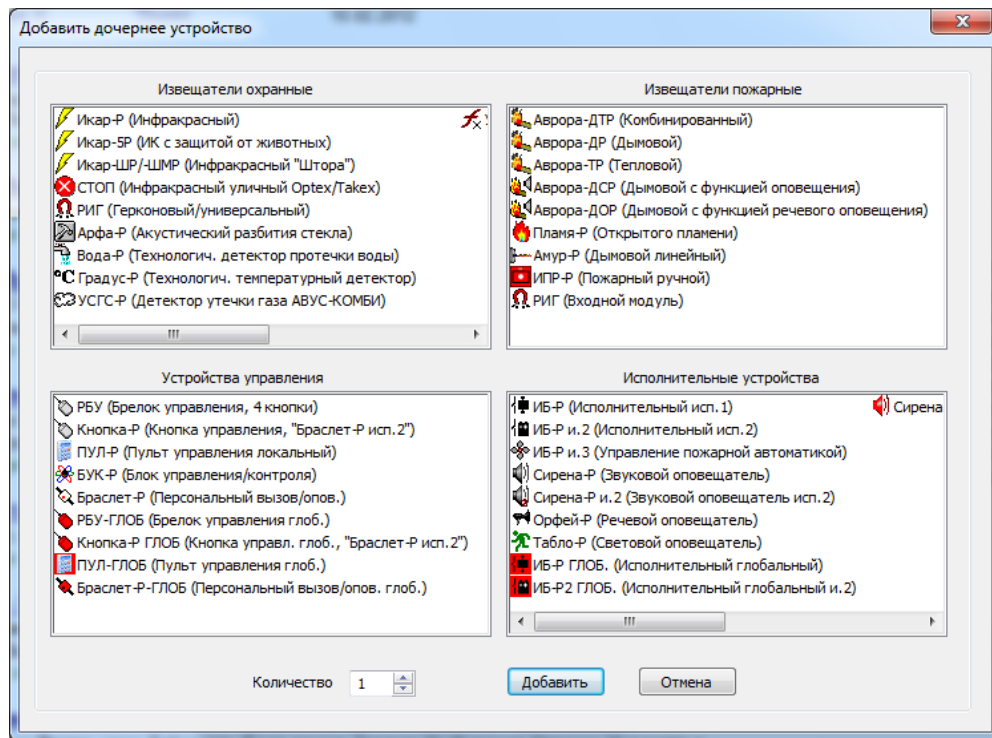

Рис. 3.1.
5. Щелкаем правой кнопкой мыши на «ОКР РРОП-И», выбираем «Добавить дочерние устройства» и выделяем РИГ из списка Извещателей охранных, см. рис. 3.1.